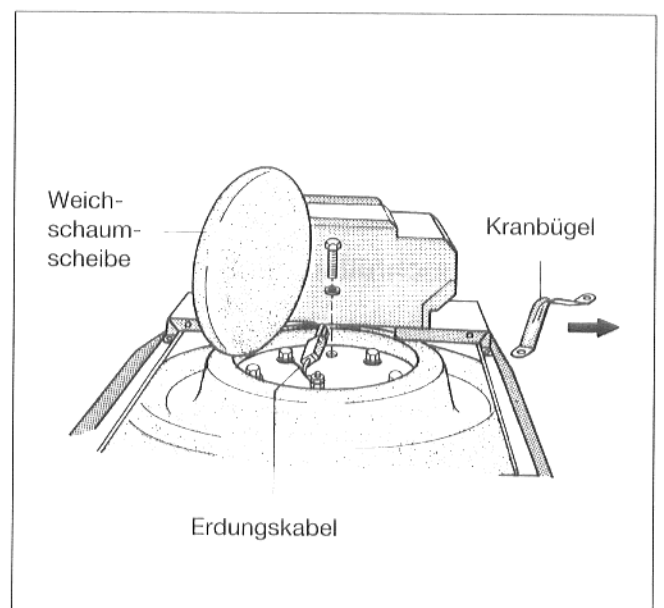

Abb. 22
- Prüfen, ob Erdungskabel der Magnesium-Anode am Speicherdeckel angeschlossen ist (Abb. 22).
- Wärmeschutz (Weichschaumscheibe) auf Speicherdeckel legen (Abb. 22).